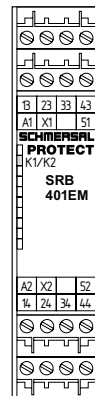

Fig. 1
5.2 Description des bornes (voir Fig. 1)
Commande à 1 canal à la borne A1 du module d'extension SRB 401EM par un signal d'autorisation du module de sécurité de base (Fig. 1)